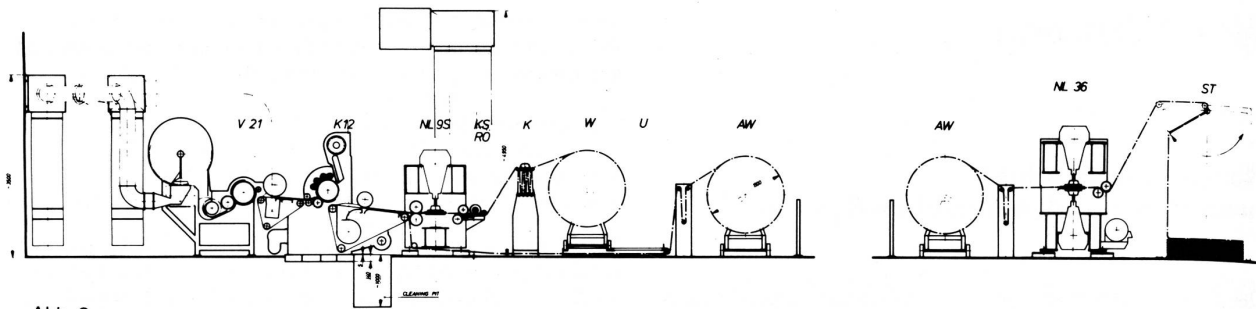

Abb. 3
- Vliese für genadelte Decken (Abb. 3 zeigt eine Non-woven-Anlage zur Herstellung von genadelten Dek-ken)